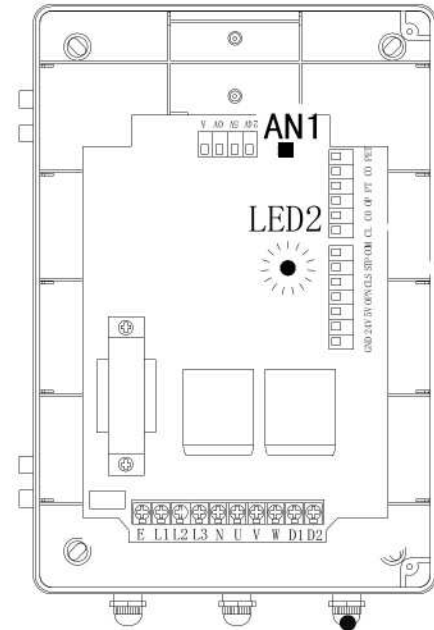

Fig. 8
A. Programar Transmisores Función Multi-Canal: Abra el Contenedor de la Tableta Electrónica y Presione el Botón “AN1” Ver (Fig.8) Ubicado en la Tableta Electrónica. El indicador “LED2” Destellara Una Vez. Presione el Botón del Transmisor (Generalmente el Botón 1) y el Indicador “LED2” Destellará de Nuevo. Presione Inmediatamente el Mismo Botón del Transmisor Una Vez más Para que el Indicador “LED2” Destelle Durante 4 Segundos. Después, el Indicador se Apaga y el Proceso de Aprendizaje del Transmisor Finaliza. Si se Requiere Agregar más Transmisores Adicionales, Repita los Pasos Mencionados Anteriormente, es Posible Agregar Hasta 25 Transmisores Adicionales. Este Método es Para Programación Paso a Paso (**OPEN, CLOSE, STOP**).